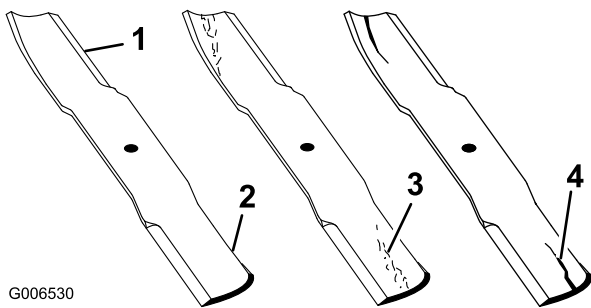

Figure 52
1. Examinez le tranchant des lames (Figure 52).
2. Inspectez les lames, surtout la partie relevée (Figure 52).
**Remarque:** Remplacez immédiatement toute lame endommagée, usée ou qui présente une entaille (repères 3 et 4 de la Figure 52).